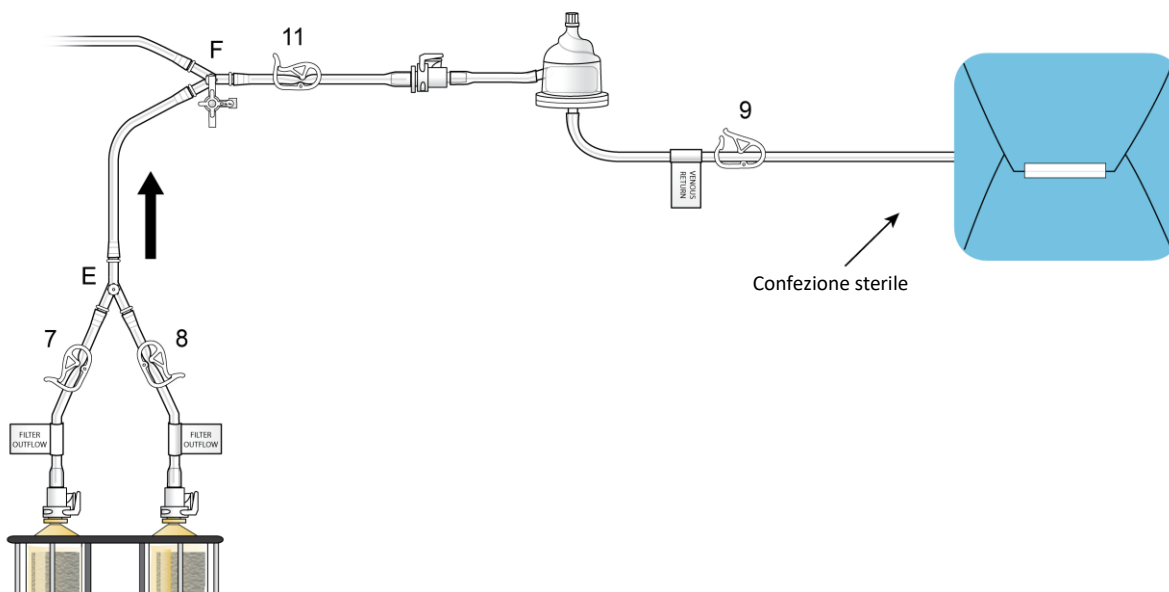

Figura 18
- (c) Collegare il connettore a innesto rapido femmina al corrispettivo maschio (spingere fino a percepire un clic) vicino al morsetto della linea di uscita (11), come illustrato nella Figura 18. Posizionare il debollatore nell'apposito supporto, più in alto rispetto alle unità filtranti.